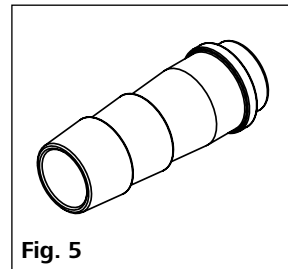

Fig. 5
- Schlaucholive DN 12 (2 Stck.) (siehe Fig. 5)